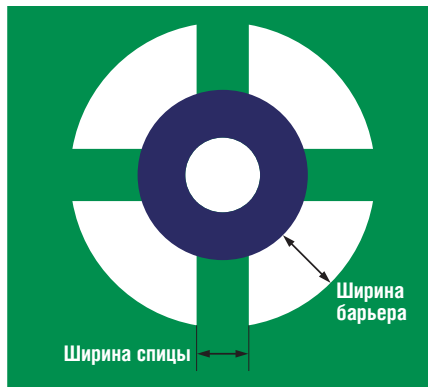

Рис. 26. Термобарьер
- термобарьеры – можно задать способ подключения контактов и межслойных переходов той же цепи: напрямую или через термобарьер (см. рис. 26). Программа TороR старается создать у термобарьера четыре спицы. Если число спиц окажется меньше заданного в правилах, то будет выдано предупреждение. Можно управлять углом поворота термобарьера, шириной спиц и шириной барьера.